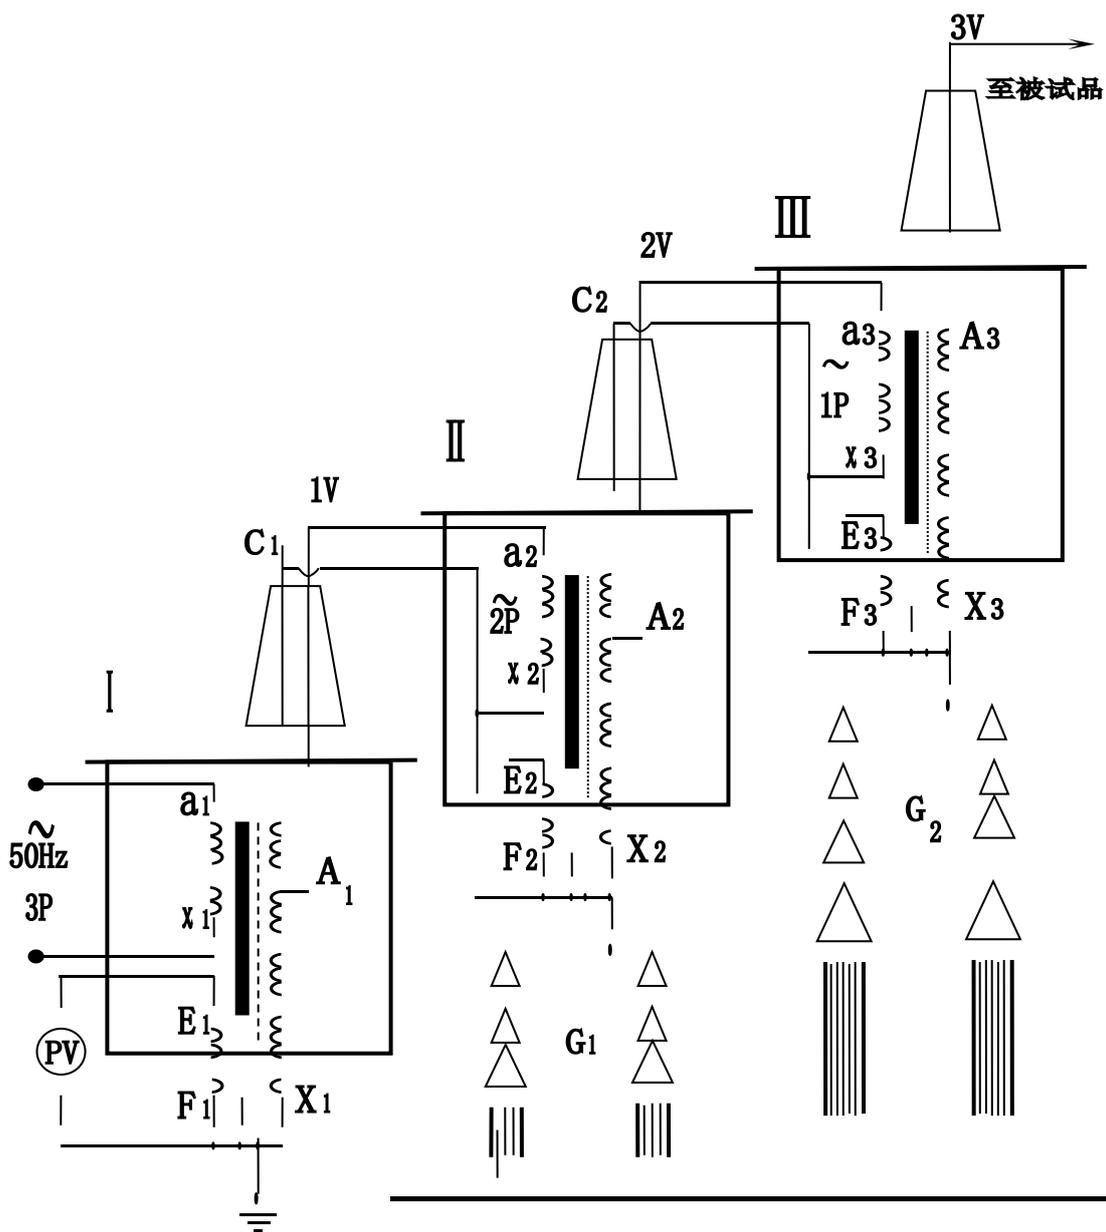

图 5：三台试验变压器串级接线原理图
1、3.三台试验变压器串级获得更高电压的接线原理见图 5。串级高压试验变压器有很大的优越性，因为整个试验装置由几台单台试验变压器组成，单台试验变压器容量小、电压低、重量轻，便于运输和安装。它既然可串接成高出几倍的单台试验变压器输出电压组合使用，又可分开成几套单台试验变压器单独使用。整套装置投资小，经济实惠。图 5 中，在第一级和第二级的每个单元试验变压器中都有一个励磁绕组 A₁、C₁ 和 A₂、C₂。在三台串级试验变压器基本